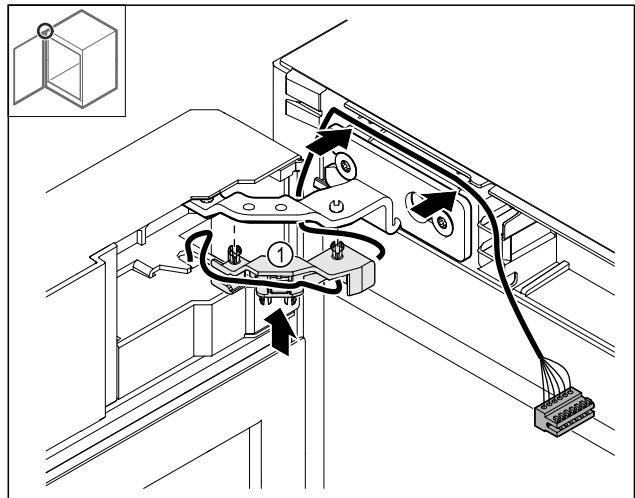

Fig. 51
- ▶ Вдавите держатель кабеля Fig. 51 (1) в шарнир.